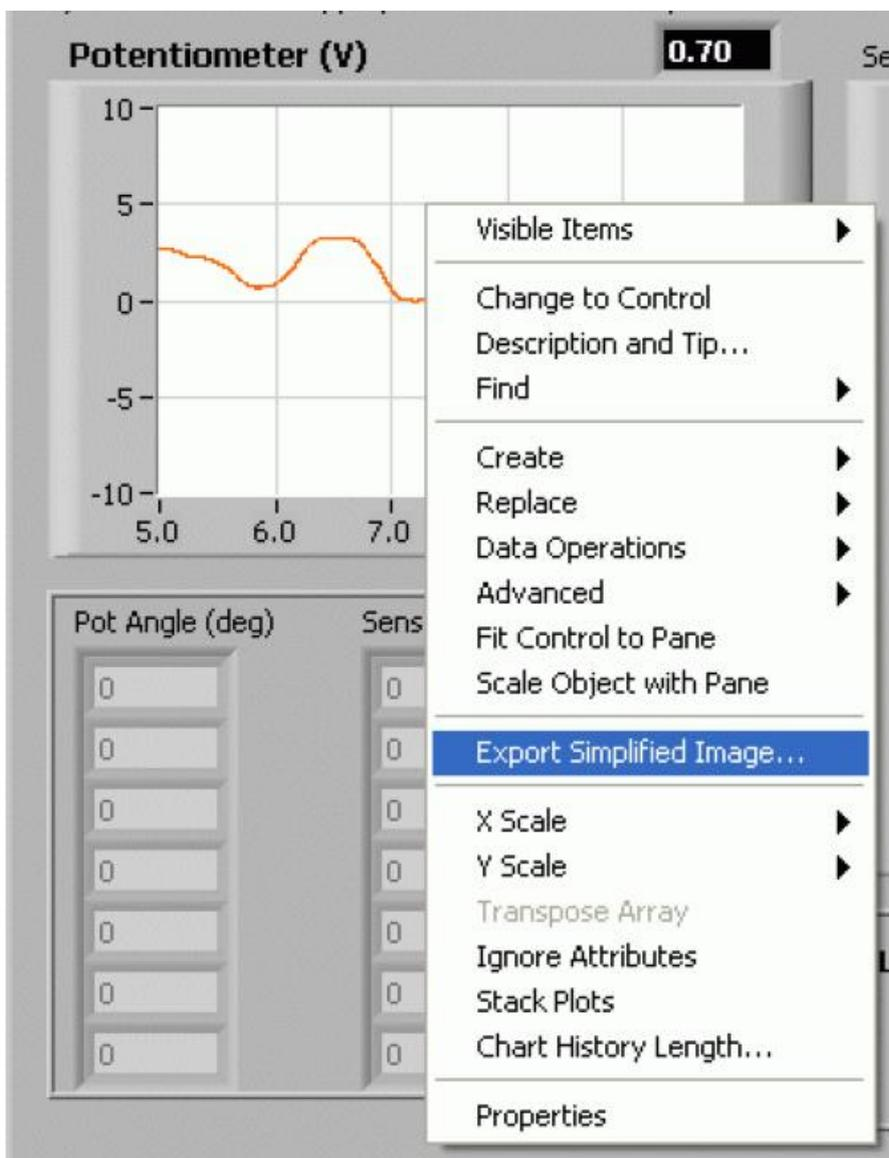

Рис. 46. Выбор команды контекстного меню *Export Simplified Image*.
1. Щелкните правой кнопкой мыши по индикатору и выберите команду контекстного меню *Export Simplified Image* (рисунок 46).